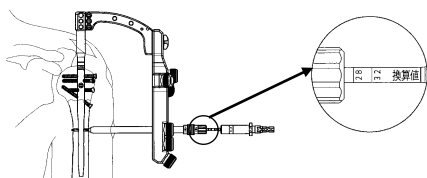

図22
- 22) コーティカル SW スリーブとコーティカル SW ドリルスリーブを組み付け、TD スリーブガイドのつまみでスリーブを確実に固定し、3.2 ドリルアダプタを装着したコーティカルスクリュー用ドリル（L）にて穴あけを行います。（図22）